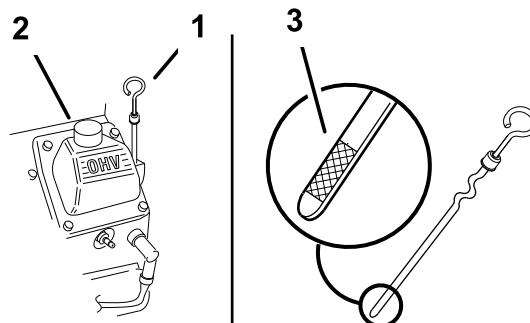

Bild 152
1. Reinigen Sie den Bereich um den Öliefüllstutzendeckel und den Peilstab (Bild 152).